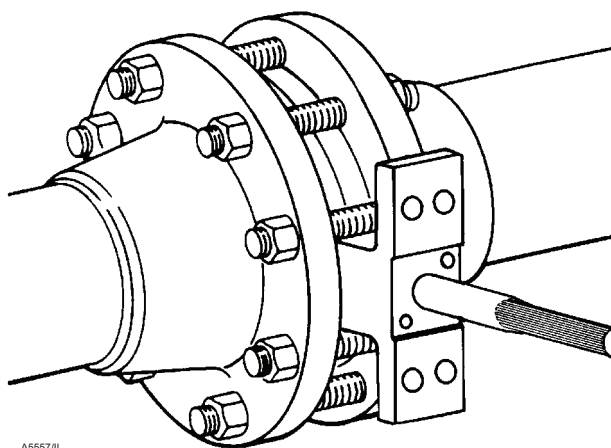

图 4. 安装对夹式蝶阀
阀门能以任何方向安装，但我们建议以水平方向安装阀门传动轴，而以垂直方向安装执行机构，如图 4 所示。
请按流向箭头注明的方向正确安装阀门的高压密封侧，参见图 4 以获取更多信息。
1. 见图 4 以获取建议的阀门朝向。